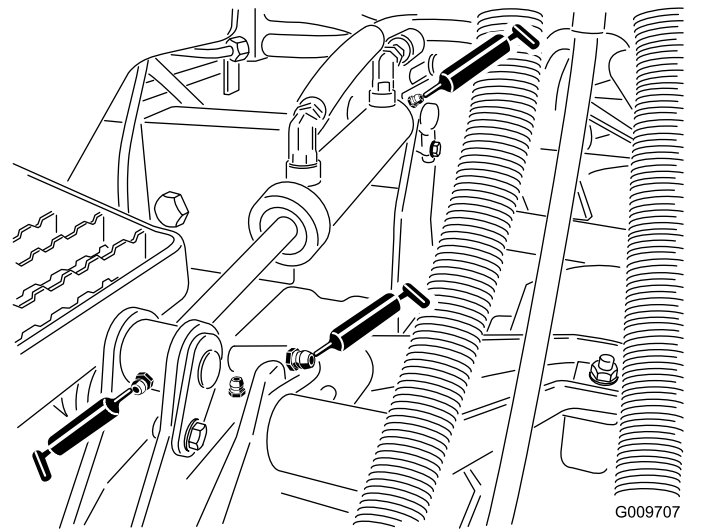

**Bild 77**
- Lenkzylinder-Kugelgelenke (2), wie in Bild 77 abgebildet
- Spurstangen-Kugelgelenke (2), wie in Bild 77 abgebildet
- Achsschenkelbüchsen (2), wie in Bild 77 abgebildet